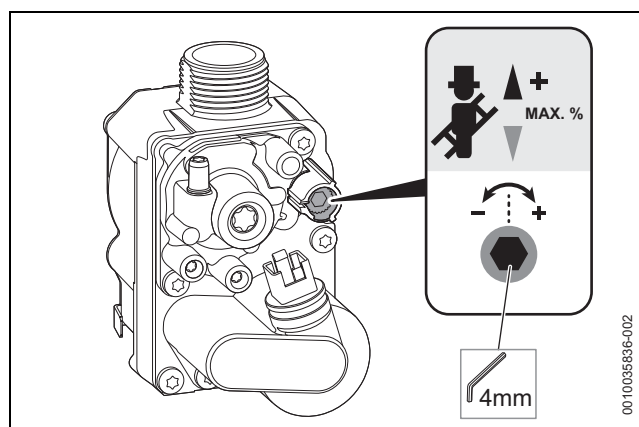

Fig. 55 Réglage de la teneur en CO₂ ou en O₂
- Introduire l'outil hexagonal à environ 6 mm sur la vis de réglage du bloc gaz (seul le bloc gaz est présenté sur la fig. 55) et régler la teneur en CO₂ ou en O₂ pour la puissance thermique nominale maximale.